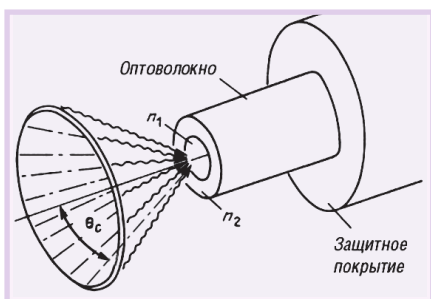

Рис. 2. Входной конус при вводе света в оптоволокно
При расчете характеристик реального распространения света в оптоволоконной используется величина числовой апертуры (NA). Эта величина тесно связана с условием полного внутреннего отражения и волнового распространения света в оптоволоконной. Она определяет угловой растр входного конуса (рис. 2), соответствующего максимальному углу ввода света в оптоволокно: